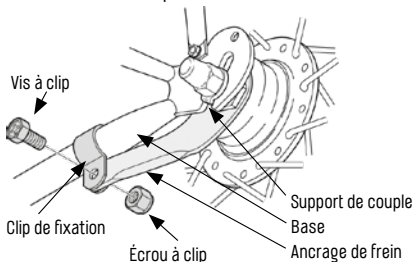

Fig. 3/20 Ancrage à frein Source Shimano
- Les freins à rétropédalage disposent d'un ancrage de frein („Fig. 3/ Ancrage à frein Source Shimano“ sur la page 20) qui s'appuie sur la base du cadre. Pour un fonctionnement correct, il doit être monté de manière fixe au moyen d'un clip de fixation ou directement sur la base du cadre.